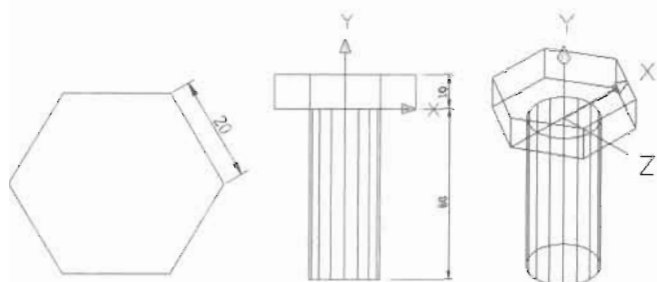

图 12-104
(1) 根据图 12-104 中给出的尺寸, 创建一个简单的螺栓实体模型, 先创建一个 6 边形状, 然后拉伸成实体, 再创建一个圆柱体。